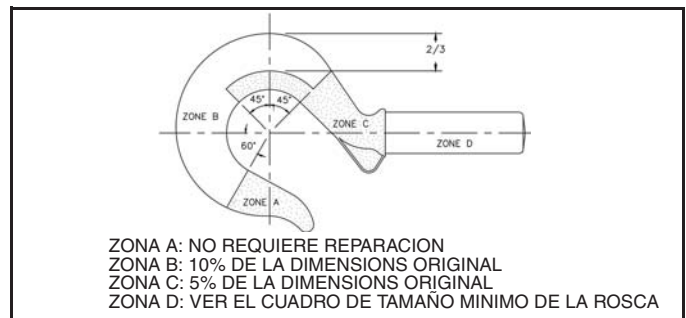

Figura 1
- Nunca usar un gancho que esté desgastado más allá de los límites que muestra la Figura 1.
- Descontinuar el uso de cualquier gancho con fisuras, mellas o hendiduras. Los ganchos con fisuras, mellas o hendiduras deben ser reparados esmerilando o lo largo, siguiendo el contorno del gancho, siempre y cuando la dimensión reducida esté dentro de los límites que se muestran en la Figura 1.